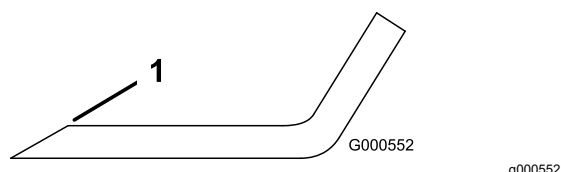

Figure 64
1. Au moyen d'une lime, aigüisez les tranchants aux deux extrémités de la lame (Figure 64).
**Remarque:** Si la lame est déséquilibrée, limez un peu l'extrémité de l'ailette seulement (Figure 64).